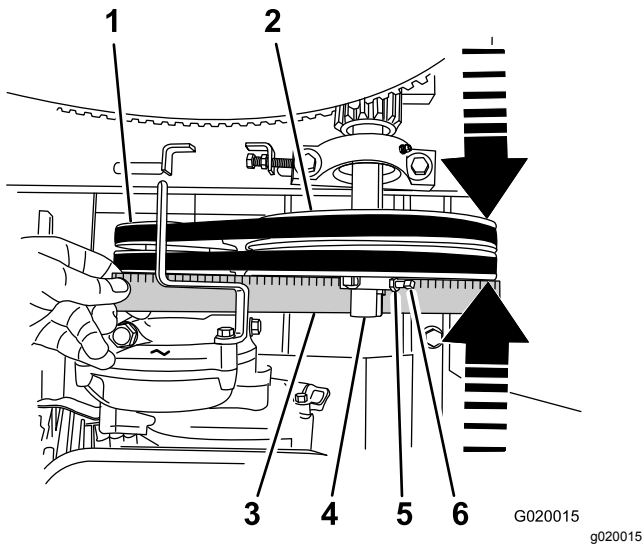

Figura 71
5. Coloque una regla sobre las caras de la polea del motor y de la polea tensora (Figura 71).
- B. Afloje las contratuercas y los tornillos de fijación que sujetan la polea tensora al eje (Figura 71).
- C. Dando golpecitos con un mazo de goma, mueva la polea tensora hacia adelante o hacia atrás en el eje hasta que la polea del motor y la polea tensora estén alineadas con la regla (Figura 71).
- D. Apriete los tornillos de fijación y las contratuercas que sujetan la polea tensora al eje (Figura 71).